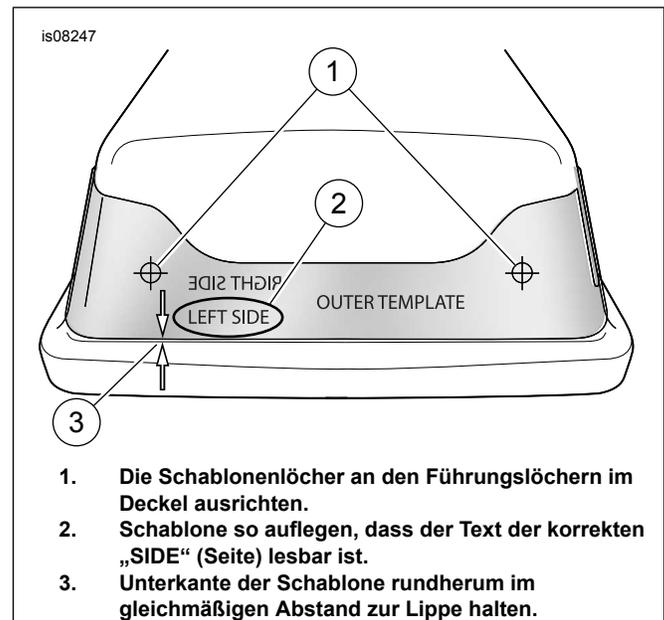

Abbildung 7. Anlegen der Außenschablone
7. Die (OUTER TEMPLATE) Außenschablone aus dem Satz nehmen. Die Schablone so auf die Vorderseite des Satteltaschendeckels legen, dass der Text der korrekten „SIDE“ (Seite) lesbar ist und die beiden inneren Löcher mit den in Schritt 5 gebohrten Führungslöchern ausrichten. Siehe Abbildung 7. Die beiden Enden der Schablone um die vorderen Ecken des Satteltaschendeckels schlagen, sodass die untere Kante der Schablone über die gesamte Länge einen gleichmäßigen Abstand zur Lippe hat. Ausbeulungen in der Schablone glattstreichen und die Schablone auf der Außenseite des Satteltaschendeckels gut festkleben. Nochmals überprüfen, dass die Schablone ordnungsgemäß ausgerichtet ist.